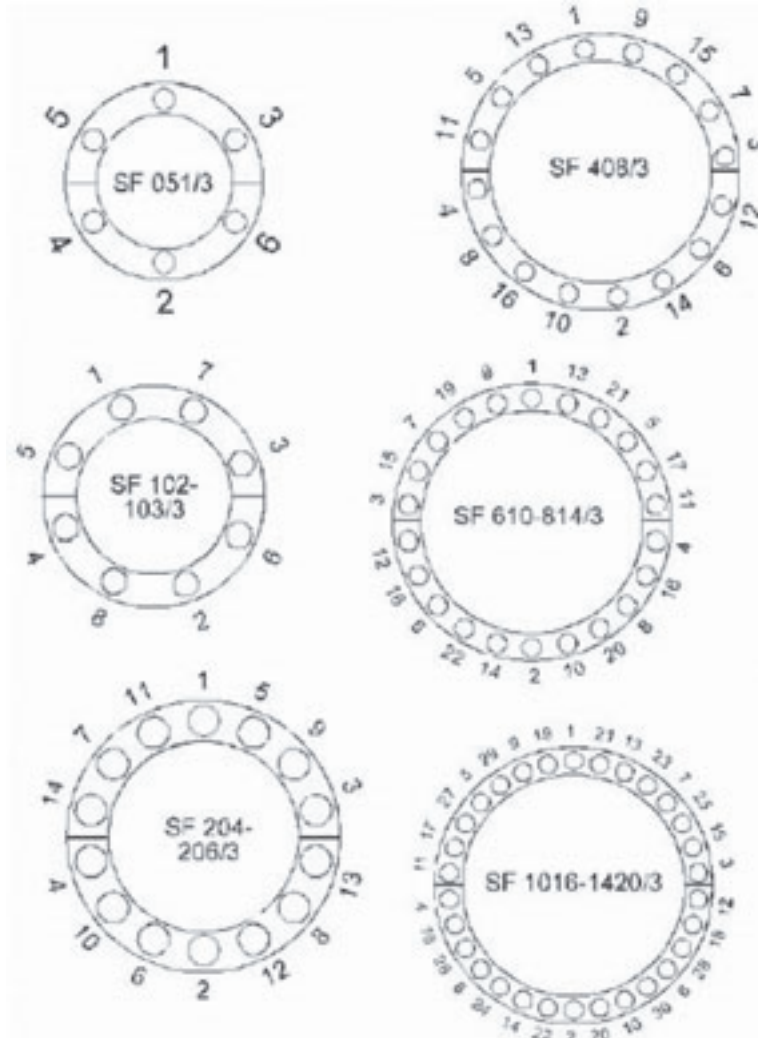

Figure 7-9. Tableau de l'ordre de réglage des roulements
- 13.** Voir à la Figure 7-9 votre modèle LCSF et repérez l'arbre excentrique à la position n°1.